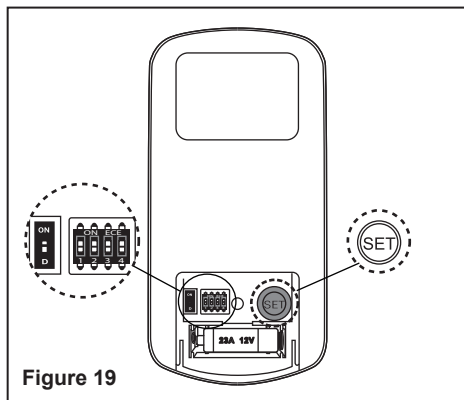

Figure 19
a) À partir de l'émetteur, sélectionnez la fréquence désirée. Les commutateurs DIP peuvent être réglés selon 16 combinaisons différentes. (Fig. 19)
b) À partir du dos de l'émetteur alors que le ventilateur est hors tension, rétablissez l'alimentation au ventilateur. Appuyez sur le bouton « SET » et maintenez-le enfoncé pendant environ cinq secondes, puis relâchez-le. Si l'ensemble d'éclairage facultatif est installé, l'ensemble d'éclairage clignotera deux fois et le témoin lumineux sur l'émetteur s'allumera lorsqu'une pression sera appliquée sur le bouton. Le processus de jumelage du ventilateur avec la télécommande est terminé et il est prêt à être utilisé. (Fig. 19)